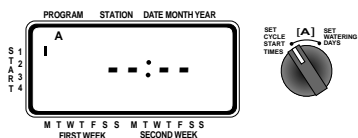

FIGURA 5: Pantalla de cristal líquido (LCD) con hora de inicio
- Sitúe el selector giratorio en la posición **CYCLE START TIMES** (horas de inicio de los ciclos) correspondiente al programa que desee definir. Aparecerá una A o una B en la pantalla, según el programa que haya elegido. La pantalla le mostrará $\text{---} : \text{---}$ y aparecerá un cursor intermitente en la posición **START 1** (inicio) [Vea la Figura 5].